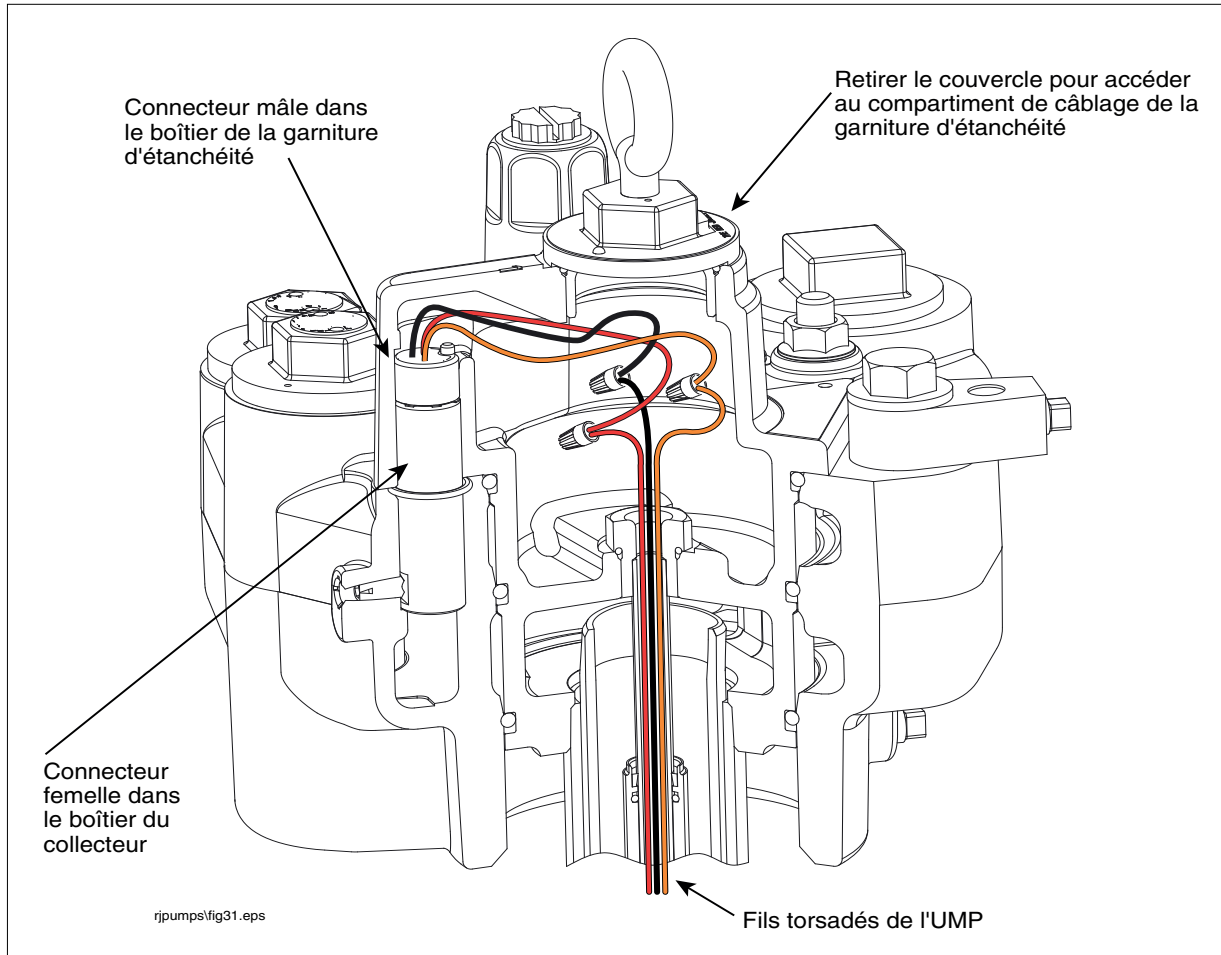

Figure 16. Raccordement de l'UMP au câblage de la garniture d'étanchéité
13. Raccordez les fils de même couleur provenant de l'UMP aux fils de même couleur du connecteur mâle à l'aide de capuchons de connexion. Après avoir connecté les fils, enroulez soigneusement les fils à l'intérieur du compartiment des câbles de la garniture d'étanchéité (voir la Figure 16).